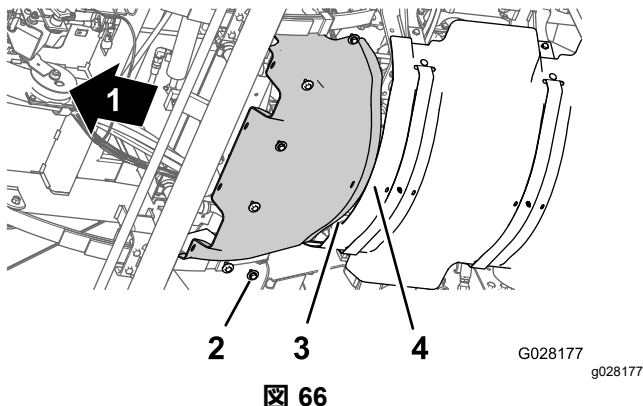

図 66
1. 前側防熱シールドの後部フランジを後防熱シールドの前側フランジに合わせる 図 66。
2. 前側防熱シールドの穴を、シャーシのねじ穴に合わせる 図 66。
3. 前側防熱シールドを機体に固定するソケットボルト6本とワッシャ6枚 図 66 ステップ 前側防熱シールドを取り外す (ページ 50), 3で外したものを使用する。